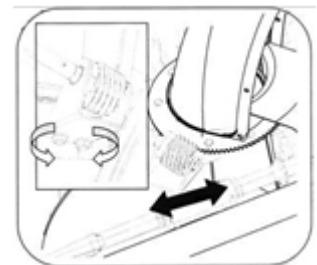

Abb. 34
2. Muttern anziehen. Siehe Abbildung 34.